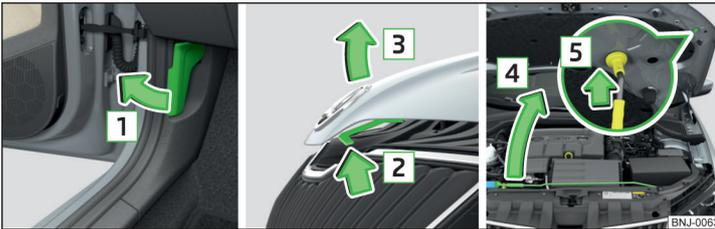

Fig. 144 Ouverture du capot
- Tirez sur la manette de déverrouillage en dessous du tableau de bord dans le sens de la flèche  » fig. 144.
N'ouvrez jamais le capot en utilisant la manette de déverrouillage » fig. 144.